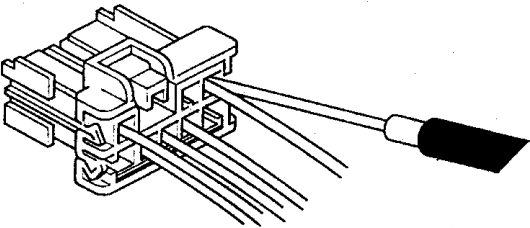

图 1-31 测试插接器(从导线侧插入探针)
- 4) 如果可能，如图 1-31 所示，将测试仪的探针从导线侧插入(防水插接器除外)。